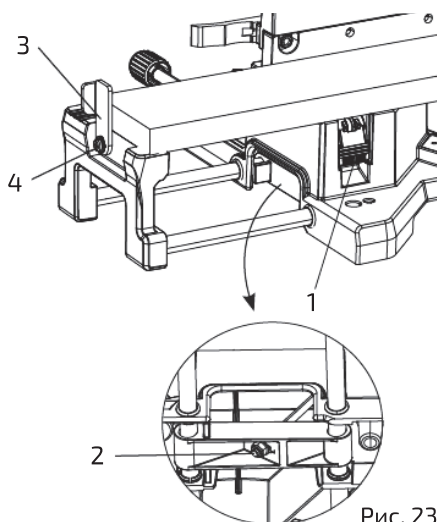

Рис. 23
1. Поднять рычаг блокировки (1) и вытянуть левое расширение стола на необходимую длину (рис. 23). Надавить на рычаг блокировки (1), чтобы зафиксировать расширение стола. При необходимости повторить процедуру для правого расширения стола.
2. Если рычаг блокировки (1) не фиксирует расширение, отрегулировать гайку (2), расположенную под основанием, повернув на 1/4 поворота по часовой стрелке с помощью гаечного ключа 10 мм до упора.
1. Повернуть стопорную пластину (3) в вертикальное положение (рис. 23).
2. Если стопорная пластина не поворачивается, ослабить стопорный винт (4) на 1/4 оборота при помощи отвертки и гаечного ключа 8 мм.